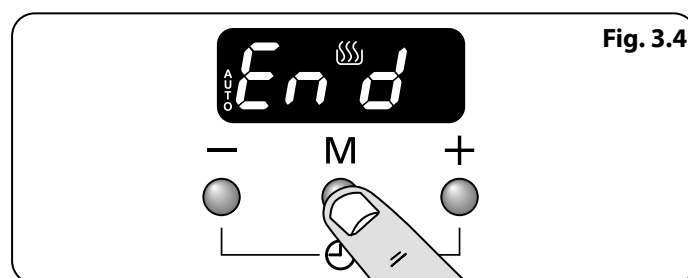

Fig. 3.4
1. Appuyer sur le bouton mode [M] 3 fois, jusqu'à ce que l'écran clignote (Fin) (**Fig. 3.4**).